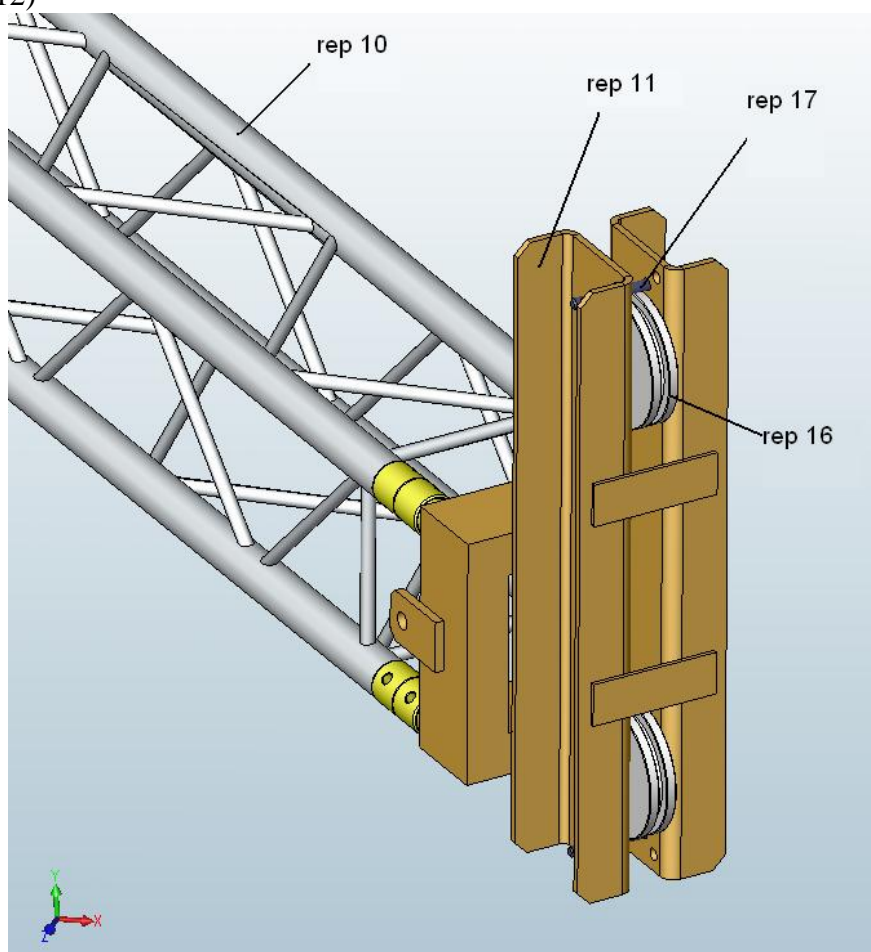

fig.12
d) Placer les boulons de maintien du câble (rep 17) dans les trous les plus proches des poulies (fig.12)